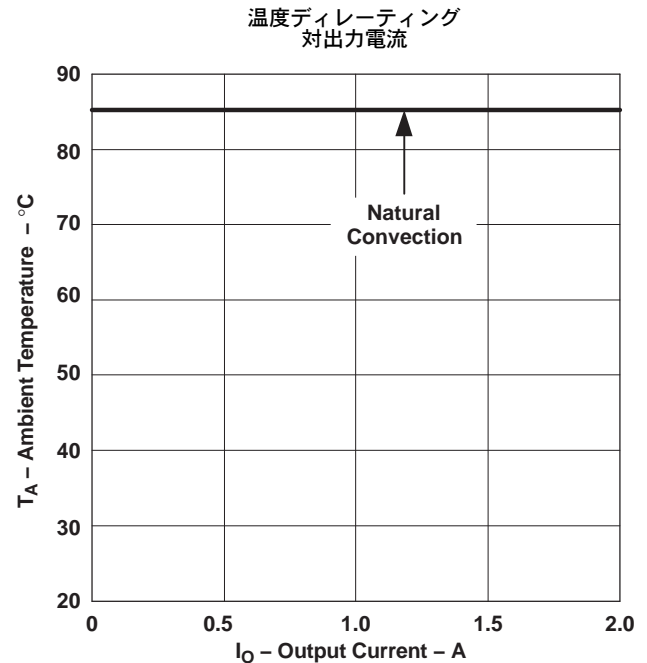

図 8.
- (4) 温度ディレーティング曲線は、内部コンポーネントがメーカーの指定した最大動作温度以下になる条件を表します。ディレーティング制限は、2オンス (56.69 グラム) の銅を使用した、100mm × 100mm の両面PCBに直接半田付けされたモジュールに対して適用されています。表面実装パッケージの場合は、電源ピンの周辺に放熱用の複数のビア (メッキされたスルーホール) が必要です。詳細については、メカニカル・データを参照してください。図 8 に対して適用されます。